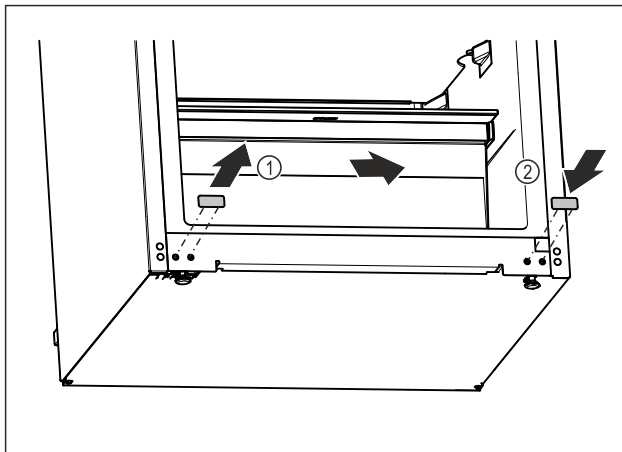

Fig. 17
- ▶ Træk dækproppen ud. Fig. 17 (1)
- ▶ Indsæt dækproppen på den modsatte side. Fig. 17 (2)